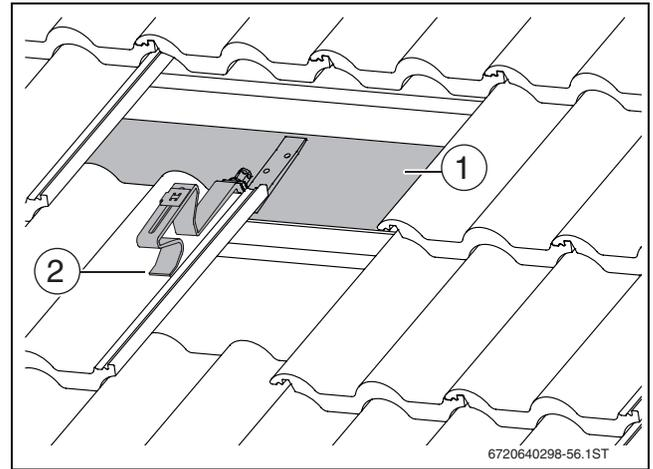

Fig. 21 Fissaggio del travetto inclinato su un'asse/una tavola
- ▶ Se necessario, fissare sul travetto inclinato assi/tavole sufficientemente portanti (→ fig. 21 [1]). Se necessario, rimuovere da questa zona il controlistello.
- ▶ Disporre il supporto anteriore (→ fig. 21 [2]) sulla tegola in maniera tale che, se gravato, esso poggi in una valle di ondulazione.